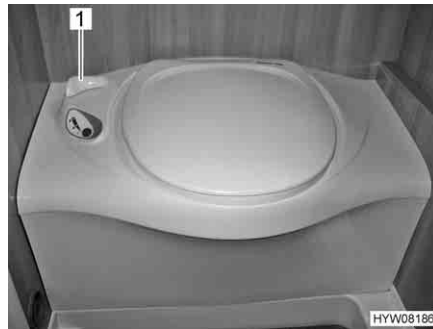

Fig. 247 Sanita Thetford
- Antes da lavagem, abra a corrediça da sanita Thetford. Para isso, gire a alavanca da corrediça (Fig. 247,1) em sentido contrário ao dos ponteiros do relógio.
- Depois da lavagem, feche a corrediça. Para isso, gire a alavanca da corrediça (Fig. 247,1) no sentido dos ponteiros do relógio.